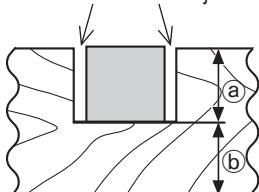

Fig. 52
Las ranuras podrán cortarse en la pieza de trabajo como se indica en la Fig. 52 regulando el perno de ajuste de profundidad de 6 mm.
- Ajuste la profundidad de corte deseada regulando la distancia entre la hoja de sierra y la superficie de la mesa giratoria (consulte (b) de la Fig. 52).